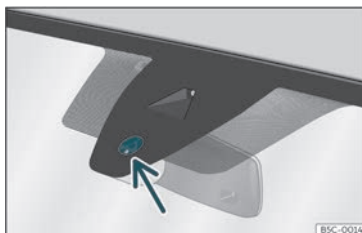

Fig. 92 Superfície sensible del sensor de pluja.
Les possibles causes d'anomalia i interpretacions errònies a la superfície sensible »» fig. 92 del sensor de pluja són, entre d'altres:
• Netegeu regularment la superfície sensible del sensor de pluja »» fig. 92 (fletxa) i comproveu possibles danys en les escombretes.